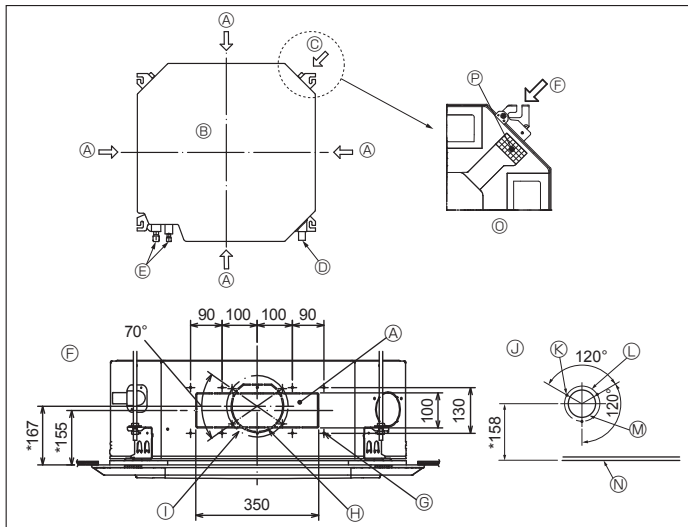

Fig. 3-4
3.4. Openingen voor pijpafpakking en luchtinlaat (Fig. 3-4)